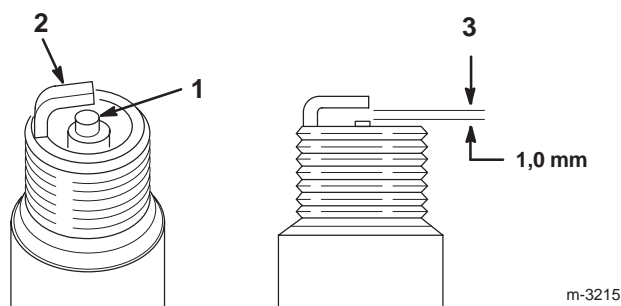

Figure 42
1. Inspectez le centre des bougies (Fig. 42). Si le bec de l'isolateur est recouvert d'un léger dépôt gris ou brun, le moteur fonctionne correctement. S'il est couvert d'un dépôt noir, c'est généralement signe que le filtre à air est encrassé.
2. Contrôlez l'écartement entre l'électrode centrale et l'électrode latérale (Fig. 42). Courbez l'électrode latérale (Fig. 42) si l'écartement est incorrect.